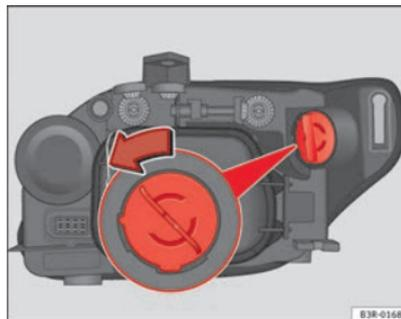

Fig. 190 Lâmpada das luzes indicadoras de mudança de direção
- Rode o porta-lâmpadas no sentido anti-horário agarrando-o pela pega ⇒ Fig. 190 e extraia o porta-lâmpadas e a lâmpada.